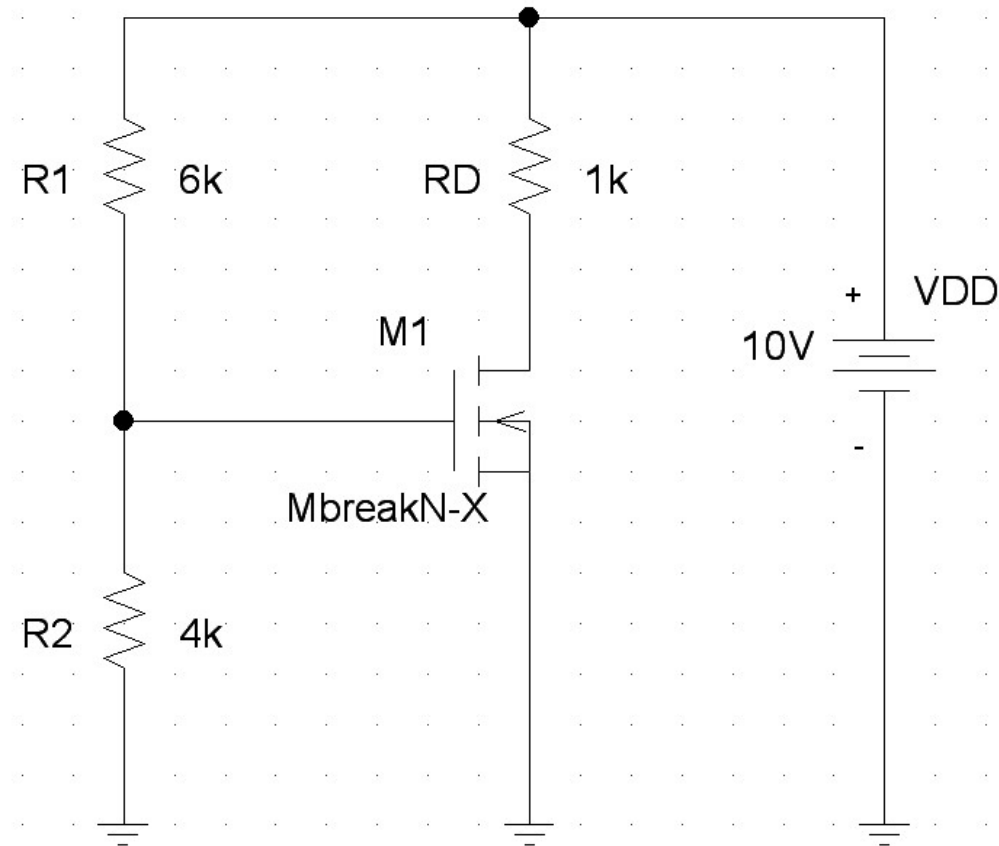

Figura 3. Circuito de polarización con divisor resistivo en la puerta del transistor.
1.2 Recta de Carga. Cuando estamos visualizando las curvas, podemos representar la recta de carga de cualquier circuito hipotético. Nosotros representaremos la malla de drenador del circuito que veremos en el apartado 2 (ver Figura 3). Para ello haga **Add Trace** (Insert) para luego introducir la expresión de la recta de carga:
Queremos analizar el funcionamiento del circuito de polarización de la figura 3. Los parámetros del transistor son los mismos del apartado 1: $K_p = 2m$, $V_{to} = 2V$, $L = 1\mu$, $W = 2\mu$.